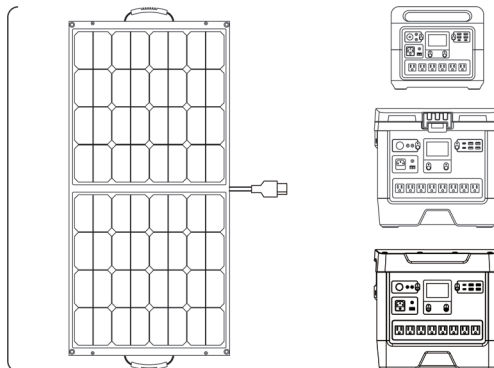

Рисунок 3. Схема приєднання виробу до пристроїв-споживачів.
5.1.3 Приєднати виріб за допомогою роз'єму XT60 виробу до зарядної станції ТМ «VITALS» (рис. 3).